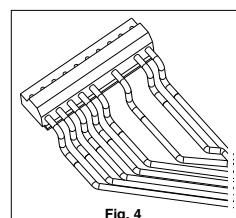

Fig. 4
- Maak de verbindingen naar de controleconnectoren (Fig. 4).